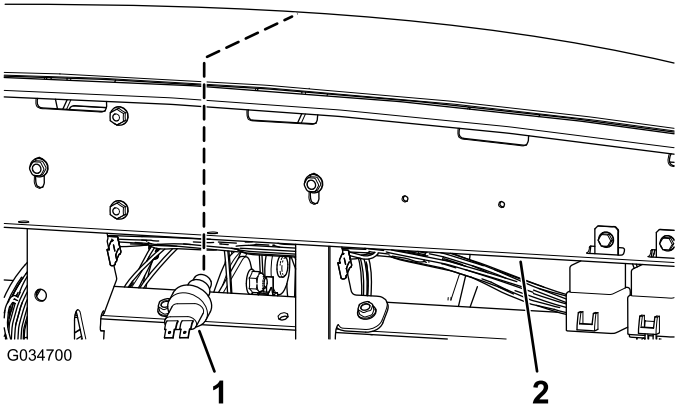

图 5
2. 把手伸到仪表板支架下方将喇叭开关装入开口**图 5**。
2. 把手伸到仪表板支架下方将喇叭开关装入开口图 5。